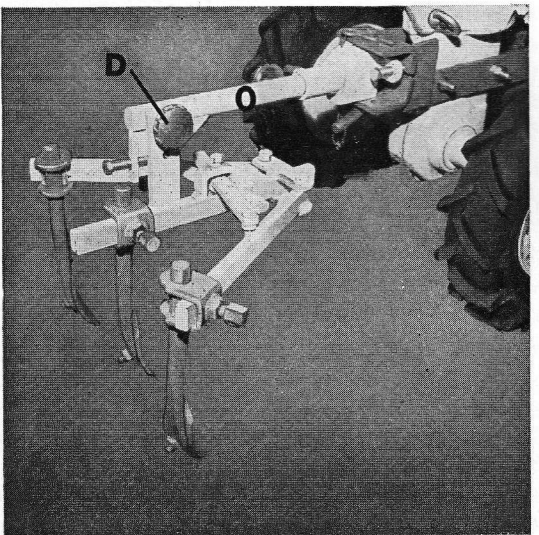

Fig. 18
- Monter le cultivateur sur le porte-outil O et le fixer à l'aide de la vis D et de la vis à poignée (fig. 18).